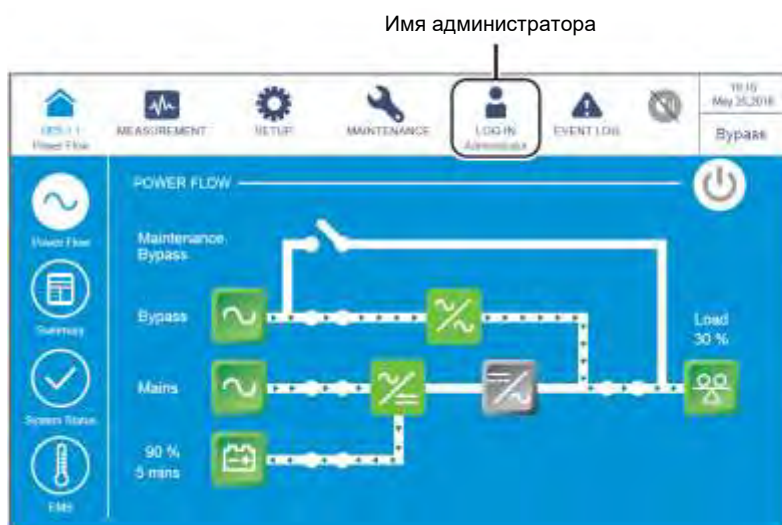

Рисунок 6-55: Экран байпасного режима и имя администратора
- 4) Войдите в систему как **Администратор**. Для получения пароля **Администратора** свяжитесь с обслуживающим персоналом. После входа в систему убедитесь, что вход произошел под именем **Администратора** (см. **Рисунок 6-55**).